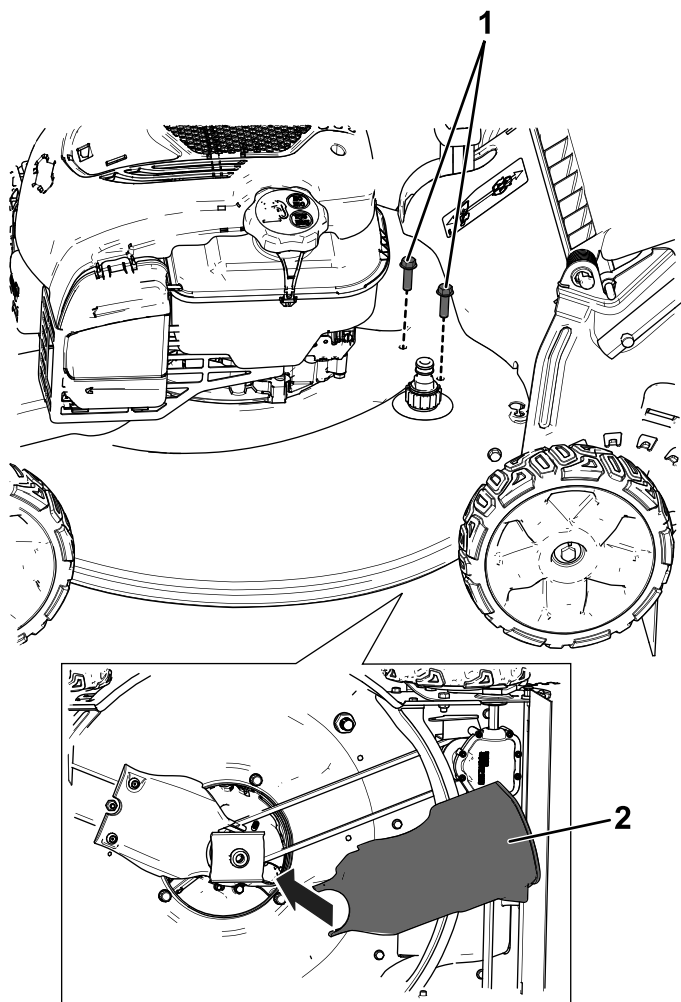

Figure 12
6. Fixez le couvercle inférieur de courroie arrière avec les boulons correspondants retirés précédemment. Insérez l'arrière du couvercle dans la goulotte d'éjection arrière puis abaissez l'avant en place (Figure 12).